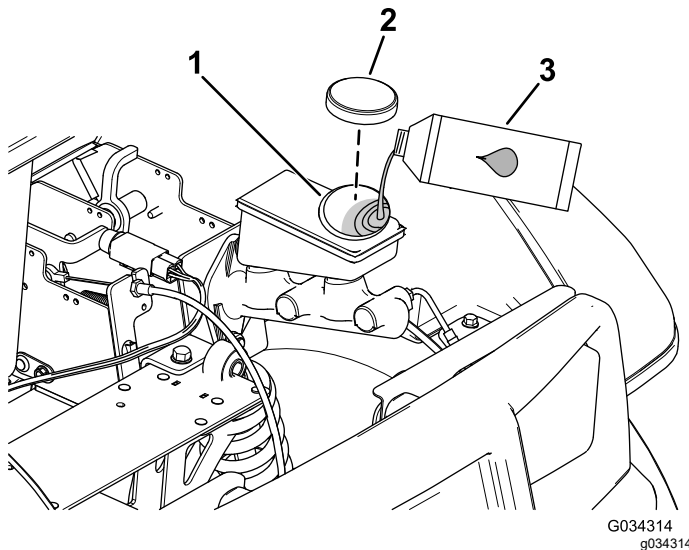

Figure 54
2. Soulevez le capot pour accéder au maître-cylindre de frein et au réservoir (Figure 54).
- A. Nettoyez la surface autour du bouchon du réservoir et enlevez le bouchon (Figure 54).
- C. Remettez le bouchon du réservoir (Figure 54).